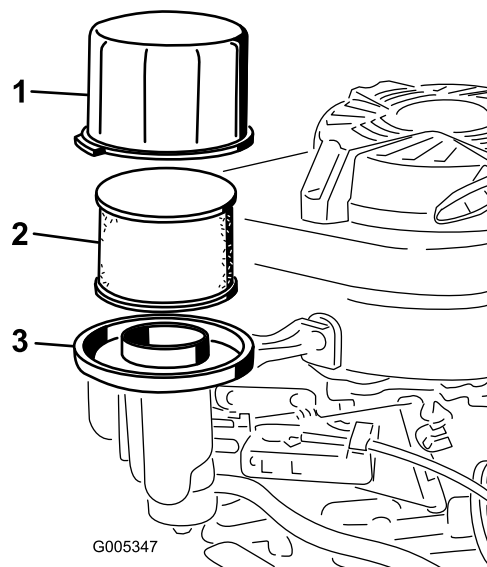

Bild 22
2. Entfernen Sie die Abdeckung und reinigen Sie sie gründlich (Bild 22).
3. Nehmen Sie den Schaumvorfilter und den Papierluftfilter aus dem Luftfilterunterteil heraus (Bild 22).